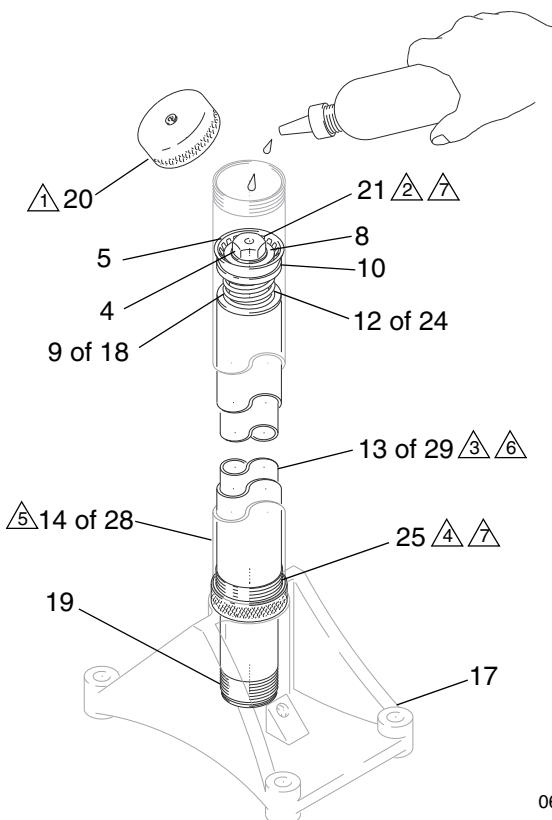

FIG. 6
Haal elke twee tot zes weken het kapje (20) van de stijgbuis (14 of 28) en breng een paar druppels lichte hoogwaardige motorolie aan op de binnenzijde van de buis om de leren pakking (10) te smeren. Zie FIG. 6. Draai aan tot 37-54 N•m (20-40 ft-lb) bij het vervangen van de dop.
Om de leren kompakkingen (10) te vervangen, moet u het lagerhuis (25) uit de stijgbuis (14 of 28) schroeven en de buis naar de bovenkant van de zuiger (11) schuiven. Zie FIG. 6. Schroef de klemschroef (dopschroef) (21) uit de zuigerbehuizing en verwijder de onderdelen. Kijk ze na op slijtage en schade en vervang ze indien nodig.
Om de pakking van de geleiderbuis (19) te vervangen, moet u de geleiderbuis (13 of 29) uit het draagvlak van de lift (17) schroeven. Haal de pakking eruit. Zie FIG. 6. Wees voorzichtig dat u het buitenste lageroppervlak van de geleiderbuis niet beschadigt. Breng een nieuwe pakking aan in het draagvlak. Breng PTFE-tape aan op het Schroefdraad van de geleiderbuis en schroef hem in het draagvlak. Draai aan tot 122-175 N•m (90-130 ft-lb).